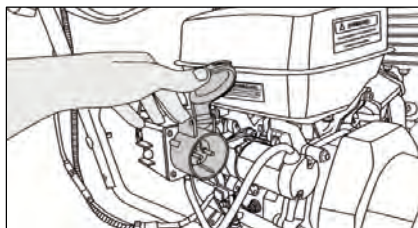

**Рис. 39**
7. Запустите двигатель при помощи красной кнопки пуска, которая расположена на розетке (рис. 39) для модели AC-F-700EV.